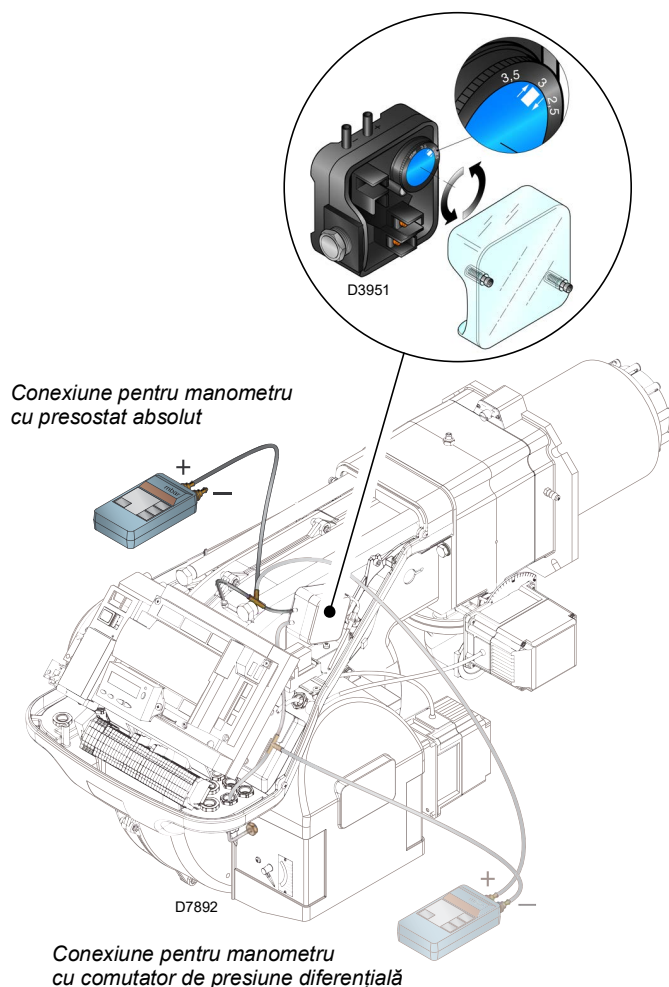

Fig. 31
- Reglați presostatul de aer (Fig. 31 la pag. 35) la începutul scării.
Efectuați reglarea presostatului de aer (Fig. 31) după ce ați efectuat toate celelalte reglaje ale arzătorului cu presostatul de aer reglat la începutul scării.
Conexiunea manometrului este prezentată la Fig. 31. Configurația standard este comutatorul de presiune a aerului conectat la toate. Observați prezența unei conexiuni „T” neasigurate.
În unele aplicații cu vid ridicat, conexiunea comutatorului de presiune nu permite comutatorului de presiune să comute. În acest caz, este necesară conectarea comutatorului de presiune în modul diferențial prin aplicarea unui al doilea tub între comutatorul de presiune a aerului și intrarea ventilatorului. În acest caz, manometrul trebuie să fie conectat și în diferențial, așa cum se arată în Fig. 31.